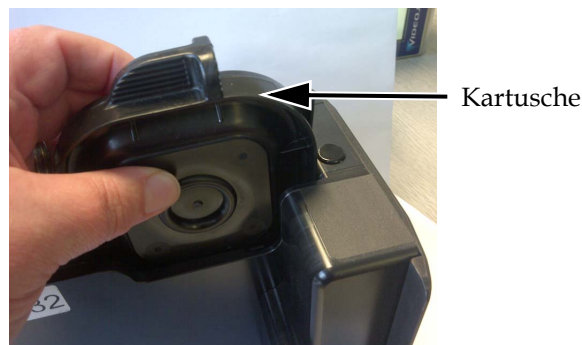

Abbildung 6-21: Einsetzen der Kartusche im Druckkopf
- 1 Platzieren Sie die Kartusche im Druckkopf (siehe Abbildung 6-21).